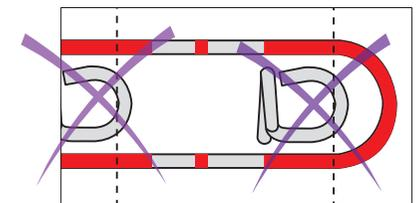

Fig.8
2. Retire el distanciador ⑧ (fig. 8) y compruebe que la leva ⑦ permanezca centrada en relación con el actuador ⑩ mediante los marcadores ② (fig. 4A).
3. Arme el dispositivo presionando el bloque ⑬; se oirá un "clic" (fig. 8).